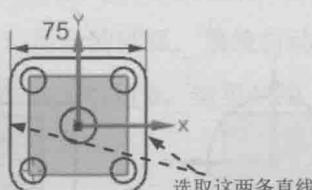

图 1.4.12 标注水平尺寸 1
Step6. 添加尺寸约束。选择下拉菜单 **插入(S)** \rightarrow **尺寸(D)** \rightarrow **快速(F)** 命令，选择图 1.4.12 所示的两条直线，系统自动生成尺寸，选择合适的放置位置单击，在系统弹出的动态输入框中输入数值 75，结果如图 1.4.12 所示；参照上述步骤标注图 1.4.13 所示的其余的水平尺寸。标注圆心到 X 轴的距离。先选择图 1.4.14 所示的圆心和 X 轴，系统生成竖直尺寸，选择合适的放置位置单击，在系统弹出的动态输入框中输入数值 25，结果如图 1.4.14 所示。选择下拉菜单 **插入(S)** \rightarrow **尺寸(D)** \rightarrow **快速(F)** 命令，选择图 1.4.15 所示的圆弧，系统自动生成尺寸，选择合适的放置位置单击，在系统弹出的动态输入框中输入数值 20，结果如图 1.4.15 所示；参照上述步骤标注图 1.4.16 所示的其余的圆弧尺寸。